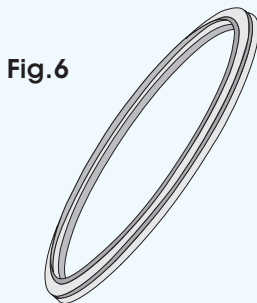

Fig.6
- 6► **ANEL DE VEDAÇÃO** - É encaixado na tampa, tem a função de vedá-la com a câmara (Figs. 6 e 7), servindo também como dispositivo de segurança. Consulte "Dispositivos de Segurança" (Pág. 11). Requer manutenção **semanal**. Consulte "Manutenção Preventiva" (Pág. 24).
- 2► **ANEL DE VEDAÇÃO** - Caso a pressão ultrapasse 3 kgf/cm² ou 294 kPa, o anel de vedação escapará pela borda ocasionando um ruído alto, consulte "*Identificação dos Componentes da Autoclave*" (Figs. 6 e 7, pág.9).